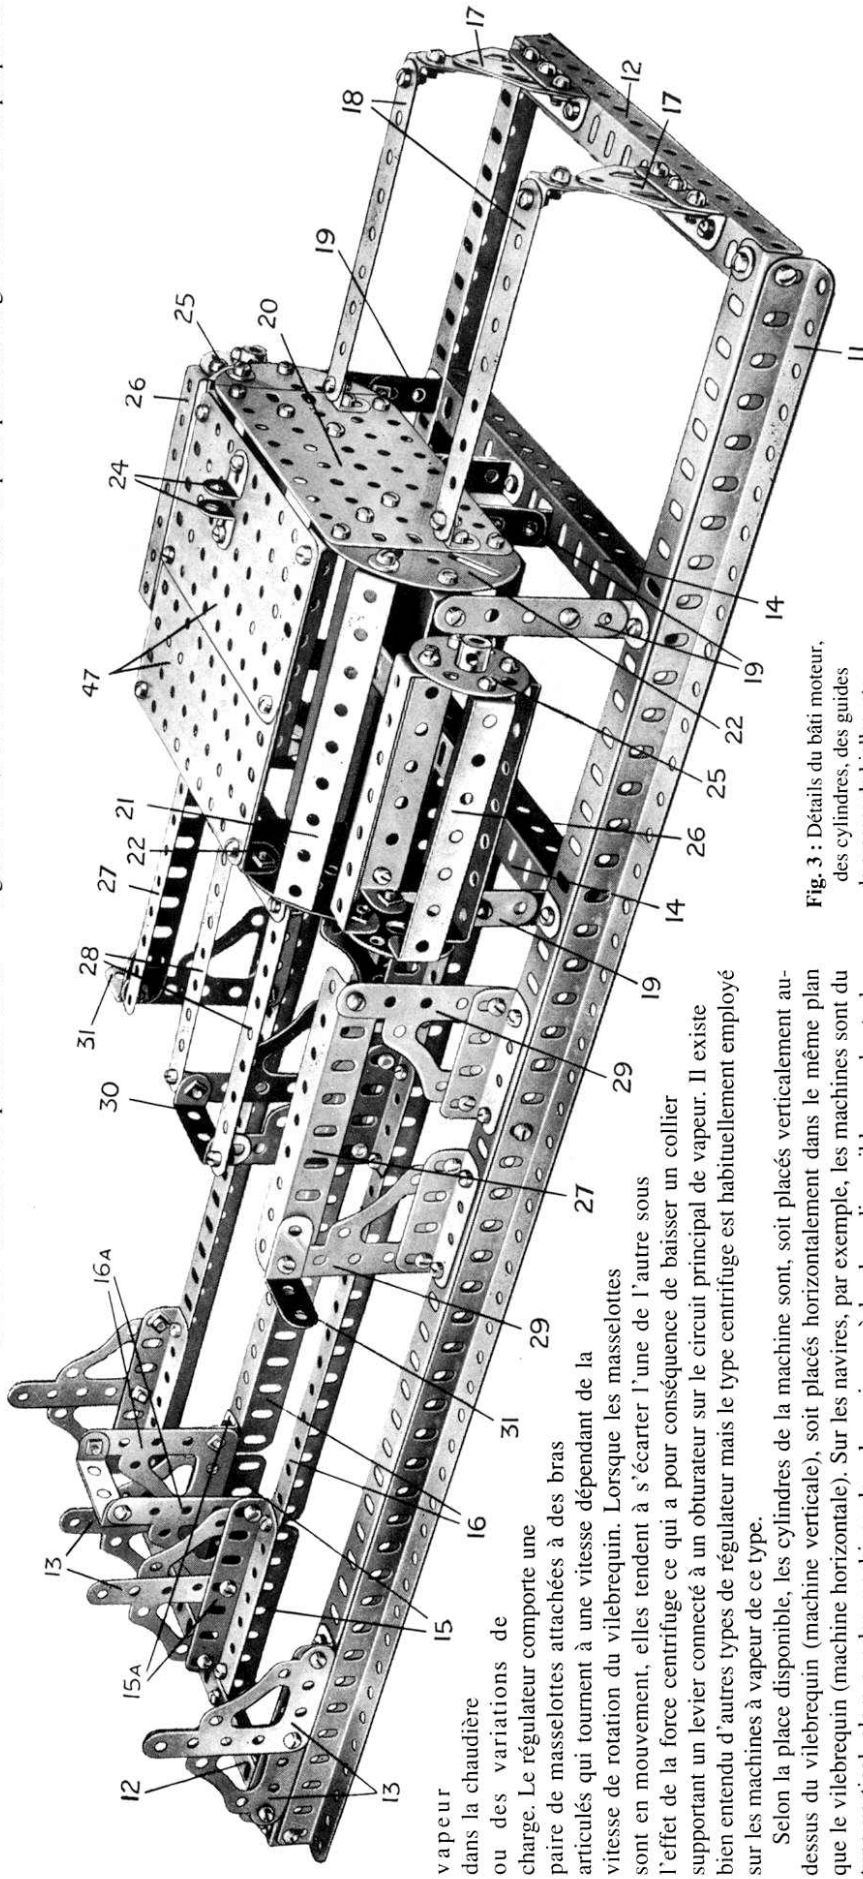
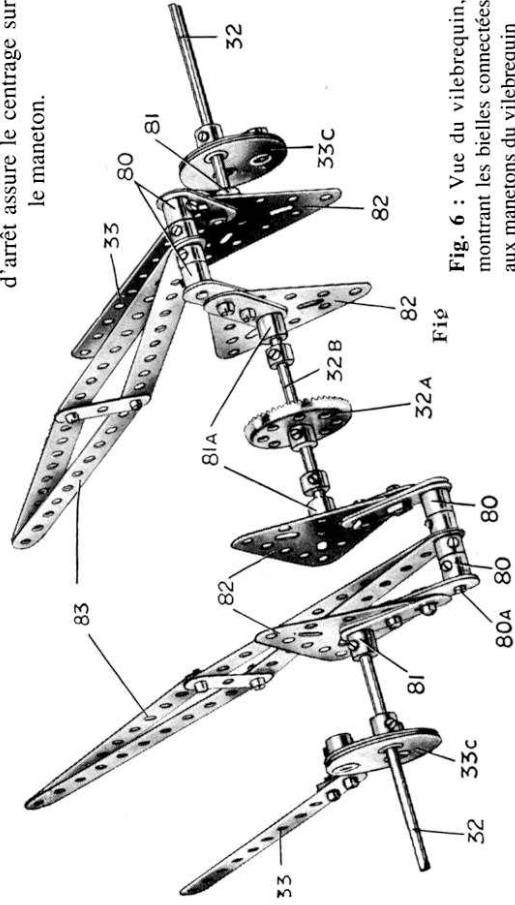

Fig. 3 : Détails du bâti moteur, des cylindres, des guides de crosses de bielles, etc...
Fig. 6 : Vue du vilebrequin, montrant les bielles connectées aux manetons du vilebrequin
Le bâti moteur, les cylindres, les guides et les paliers du vilebrequin sont présentés sur la figure 3. On peut voir que les côtés du bâti sont formés de cornières de 49 trous (11) montées par partie dos à dos. Les deux cornières renforcées ainsi formées sont
Le bloc cylindres est maintenant terminé à l'exception des équerres (24) qui peuvent être maintenant fixées comme le montre la figure à l'une des plaques (47). Il reste à mettre en place le bloc cylindres en le boulonnant par les bandes coudées appropriées aux bandes de 5 trous (19), comme indiqué sur les figures 3 et 4. Il est préférable de ne pas serrer définitivement les écrous afin de permettre le réglage ultérieur de l'alignement du bloc cylindres avec l'embellage et le vilebrequin.
Après avoir mis en place les cylindres, boulonner deux équerres sur la plaque (20), selon la figure 3.
Les cornières (14) doivent être boulonnées dans les dixième et dix-huitième trous des cornières (11) en partant de la droite de la figure 3. Deux cornières de 7 trous (15) sont boulonnées aux cornières de 25 trous (16) au moyen des cornières de 7 trous (15a). Les autres extrémités des cornières de 25 trous (16) sont boulonnées à la cornière (14) comme indiqué.
Poursuivre la construction du châssis moteur selon la figure 3 en réalisant les quatre guides de crosses de bielles (27) et (28). Chacun des deux guides extérieurs comporte deux équerres d'assemblage (29) boulonnées à une cornière de 9 trous. Deux cornières de 4 trous boulonnées, chacune à une équerre d'assemblage assurent la fixation de l'ensemble sur le châssis. Une équerre de 25 x 25 mm (31) est boulonnée sur chacun des guides extérieurs (27). Ces équerres servent de support pour les tiges de soupapes (35), ainsi qu'on peut le voir sur la figure 4. Les deux guides centraux (28) sont reliés par
une bande coudée de 38 x 12 mm (30). Les crosses de bielles, ainsi qu'on le verra plus loin, sont constituées d'accouplements de bandes sur tringles (39) (figure 4) dont la rainure coulisse sur les cornières (27) et les bandes de 9 trous (28) (figure 3).
Avant de commencer l'assemblage du mécanisme, il est préférable de réaliser les paliers du vilebrequin. Ceux-ci sont représentés en (13) sur la figure 3 et consistent en des équerres d'assemblage montées par paire dos à dos. Chaque paire d'équerres d'assemblage (16a) (figure 3) boulonnées aux cornières de 7 trous (15a) sont reliées entre elles par une bande coudée de 38 x 12 mm (16b) (figure 4) à leur extrémité supérieure, le trou central de cette bande coudée formant un palier pour l'axe (42) (figure 4). Il est important que tous les paliers dans ce modèle soient correctement alignés, en particulier pour le vilebrequin. Avant de serrer définitivement les boulons de fixation des équerres d'assemblage constituant les paliers du vilebrequin, enfiler une tringle au travers des trous supérieurs qui constitueront les paliers proprement dits et procéder aux réglages nécessaires pour un alignement convenable.
Deux tringles (32) (figure 6) supportent à leur extrémité intérieure un bras de manivelle (81) renforcé par une bande de 3 trous pour améliorer la rigidité des manivelles. La partie centrale du vilebrequin comporte une tringle (32b) sur laquelle sont fixées une roue de champ de 50 dents (32a) et deux bagues d'arrêt. La position exacte des bagues d'arrêt sera déterminée lors du montage du vilebrequin sur ses paliers. Chaque extrémité de la tringle (32b) supporte un bras de manivelle (81a), ces bras de manivelle étant décalés de 90 degrés, comme montré sur la figure. Ils sont également renforcés par des bandes de 3 trous, comme les bras de manivelle (81).
Chacune des bielles (83) (figure 6) est articulée sur une tringle de 2,5 cm passant au travers des trous extrêmes de la partie arrière de bandes de 11 trous, et maintenue en place au moyen d'un raccord de bande sur tringle (39) à chacune de ses extrémités (figure 4). Ces raccords forment la coulisse de la tête de bielle et, ainsi qu'il a été expliqué auparavant, les fentes des raccords de bande sur tringle sont positionnées de manière à glisser sur les ailes des cornières (27) et sur les bandes (28) (figures 3 et 4), constituant de la sorte un guidage efficace et doux des tiges de piston.
On remarquera que chaque tige de piston traverse complètement le cylindre et comporte à son extrémité arrière une bague d'arrêt à glissière (37) (figures 1 et 4) qui doit coulisser librement sur l'une des bandes (18) (figure 3).
La distribution est clairement illustrée sur les figures 1 et 4. Les soupapes, qui sont de type piston-valve, consistent chacune en deux poulies de 25 mm fixées sur une tringle de 29 cm formant la tige de soupape. Les tiges de soupape traversent successivement les moyeux des roues barillets-avant de chaque carter, les deux poulies (36) et les moyeux des roues barillets-arrière (25) (voir figures 3 et 4).
Le palier inférieur de la tringle verticale de 16,5 cm (45) (figure 4) du régulateur est formé d'une bande de trois trous boulonnée à la cornière inférieure (14) (figure 3) et à une bande de cinq trous (41) qui est boulonnée aux extrémités de bandes (28) (figure 3).
seconde roue barillet coulissant librement sur la tringle (45). Cette tringle comporte également une roue de champ de 50 dents (44) fixée solidement à la tringle et engrenant avec un pignon de 38 dents (42a) fixé à l'extrémité de la tringle de 29 cm (42). La tringle (42) est maintenue en position dans les trous centraux de la bande coudée de 38 x 12 (30) (figure 3) et porte, à l'extrémité opposée à celle où se trouve le pignon (42a), un pignon de 19 dents (43) engrenant avec la roue de champ de 50 dents (52a) (figure 4), installée sur le vilebrequin. Lorsque le vilebrequin tourne, le mouvement est transmis à la tringle verticale (45) et lorsque la vitesse de rotation augmente, la force centrifuge écarte les masselottes du régulateur vers l'extérieur, entraînant vers le haut la roue barillet inférieure qui coulisse sur la tringle (45). En réalité, cette élévation sert à fermer le circuit de vapeur principal ou le mouvement inverse, à l'ouvrir suivant les besoins du moteur, ce processus permettant de maintenir à un niveau approximativement constant la vitesse de rotation du moteur.
La conduite est constituée de quatre bandes de 11 trous et quatre bandes incurvées de 6 cm reliées ensemble. Elle est fixée à la chaudière au moyen de deux équerres boulonnées, d'une part, aux bandes incurvées et, d'autre part, à la chaudière. L'autre extrémité de la conduite est fixée à la partie supérieure du bloc cylindres par deux équerres (24) (figure 3).